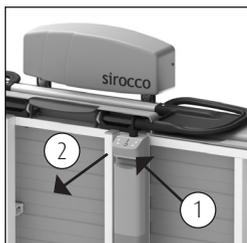

Figure 9 Batterie.
- La batterie est située à l'extrémité supérieure du brancard (Voir figure 9).
- Pour retirer la batterie, déverrouillez d'une main le loquet de libération (1) de la batterie, puis faites glisser la batterie vers la droite (2) (Voir figure 9).